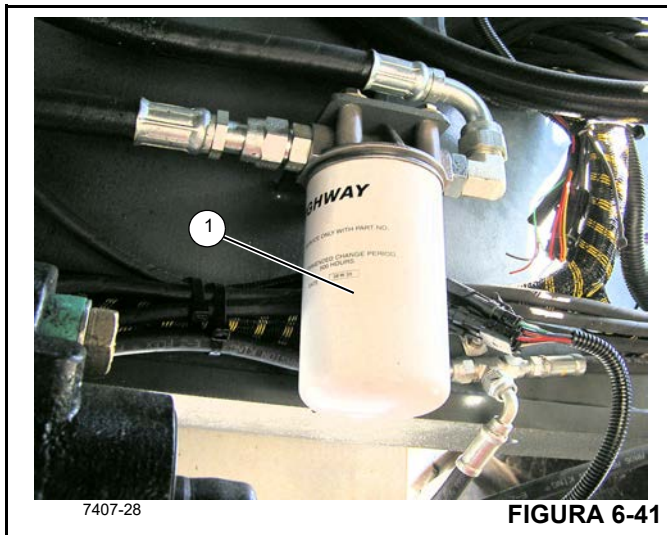

FIGURA 6-41
5. Retire el filtro de aceite de la transmisión (1, Figura 6-41) destornillándolo de la caja del filtro. De-seche el filtro de forma adecuada.
7. Atornille el filtro de la transmisión (1, Figura 6-41) hasta que haga contacto con el colector del filtro. A continua-